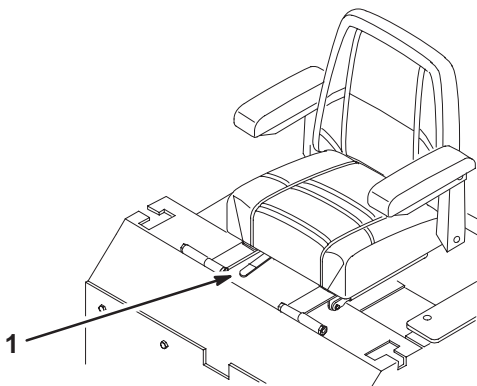

Figure 26
1. Pour régler les verrous à came, soulevez le levier pour desserrer le verrou (Fig. 26).
1. Poussez le levier de réglage sur le côté pour débloquent le siège (Fig. 26).